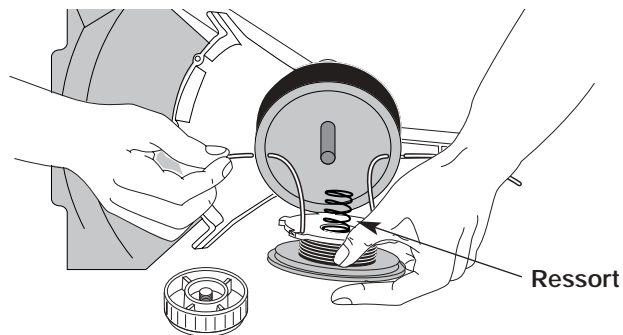

Fig. 35
13. Insérez les extrémités du fil dans les œillets de la bobine extérieure et placez le moulinet et le ressort dans la bobine (Fig. 35). Enfoncez le moulinet et la bobine ensemble. Tout en tenant le moulinet et la bobine, saisissez les extrémités et tirez fermement pour dégager le fil des fentes de retenue de la bobine.
5. Insérez les extrémités du fil dans les œillets de la bobine extérieure (Fig. 35).